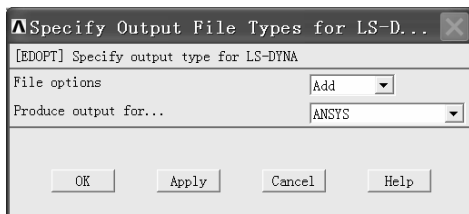

图 4-30 “Specify Output File Types for LS-D...”窗口
(2) 在“Solution Time for LS-DYNA Explicit”窗口中“[TIME] Terminate at Time:”后的方框中输入“0.05”, 然后单击该窗口中的“OK”按钮。注意: 前面输入的“0.05”表示模拟过程的持续时间。持续时间越长计算耗时就越多。这里的“0.05”是由简单的计算确定的: 以 10m/s 的速度运动, 0.05s 可运行的距离为 0.5m, 在这段时间内球壳与方板大概已经分离。
(3) 依次选择 Main Menu>Preprocessor>Solution>Output Controls>Output File Types, 弹出“Specify Output File Types for LS-D...”窗口(见图 4-30)。